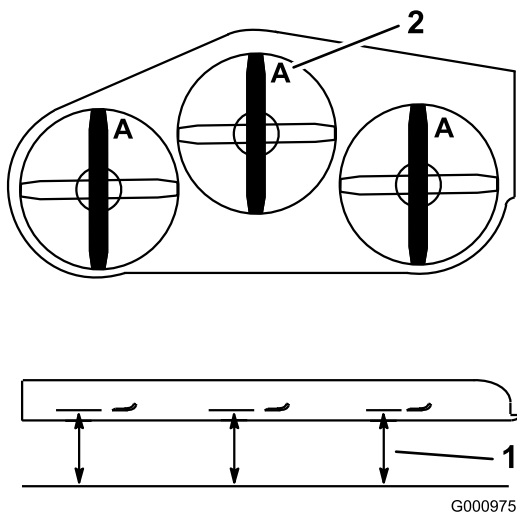

図 91
- A位置で、平らな床面からブレードの刃先までの高さを測る 図 91。